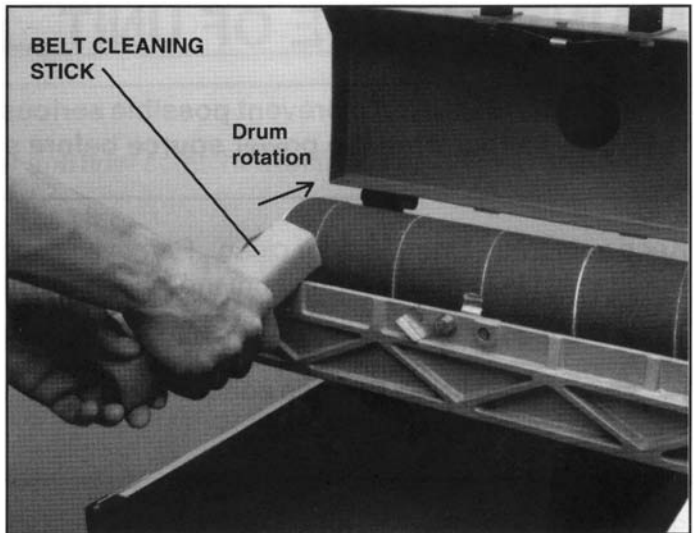

Figure 20
4. Utilisez un bâton pour nettoyer la bande à distance, de manière à ne pas placer vos mains sur le tambour (voir figure 20).
5. Allumez la machine, prenez le bâton des deux mains, posez-le sur le boîtier du tambour. Abaissez légèrement le bâton sur le tambour en mouvement, et balayez de droite et de gauche avec le bâton pour retirer la sciure infiltrée (voir figure 20).